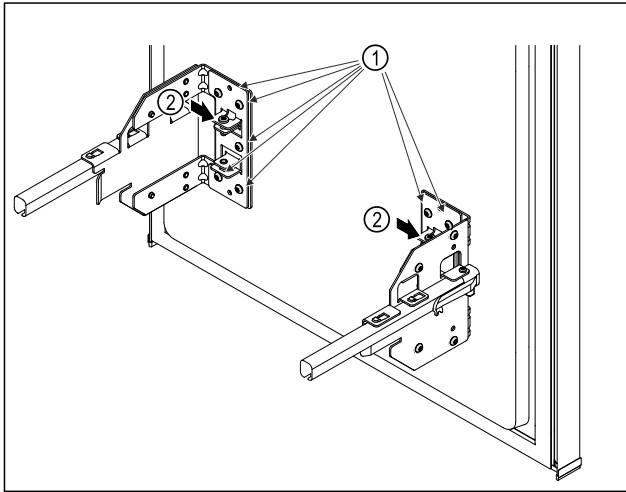

Fig. 8
- Schrauben Fig. 8 (1) leicht lösen.
- Schrauben Fig. 8 (2) drehen, um den Auszugswagen nach oben oder unten zu verschieben.
- Schrauben Fig. 8 (1) bis zum Anschlag festziehen.